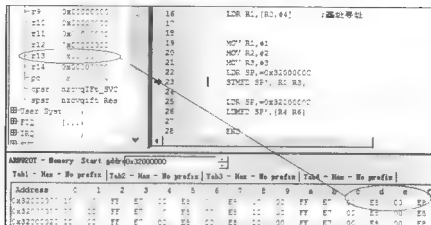

图 3-63 堆栈指针的位置
第 22 行将堆栈指针指向 0x3200000C 处，此时在 Memory 窗口中输入 0x3200000C，可以查看存储单元 0x3200000C 处的值，如图 3-63 所示，在左边栏中可以看到堆栈指针 R13 (SP) 的值为 0x3200000C。